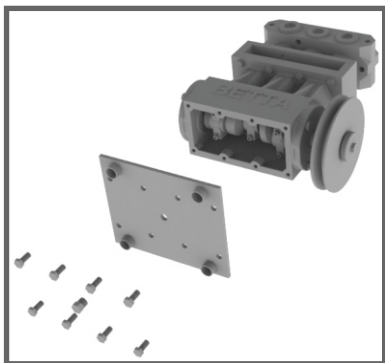

Fig. 55
- 5- Retirar a tampa do Carter, tomando o cuidado de não danificar a junta de vedação. (Fig. 55)